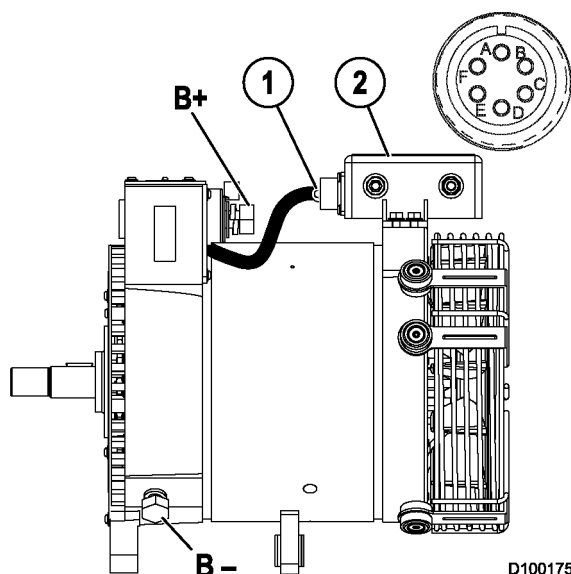

FIGURA 10-12. CONEXIÓN DEL CABLE PUENTE EN EL CONECTOR DEL ARNÉS DE CABLEADO
5. Retire el arnés de cableado (1, Figura 10-12) antes de cualquier prueba.